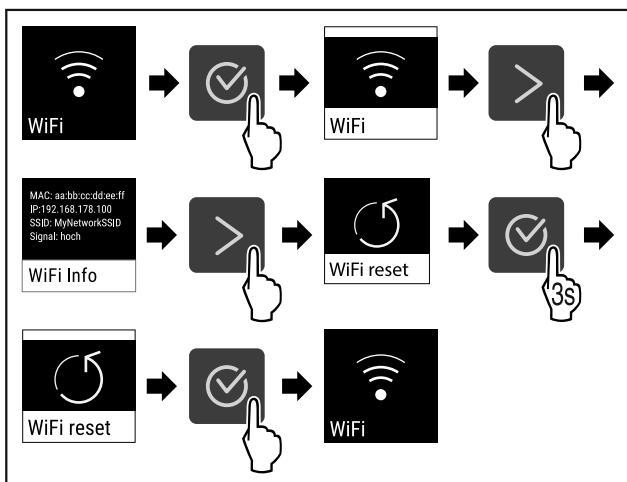

Fig. 87
- ▶ Kryeni hapat e veprimit (shihni Fig. 87).